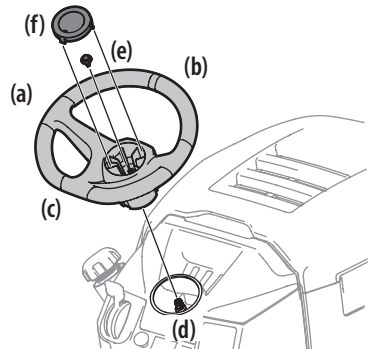

Figure 14
1. Placez les roues de l'appareil de sorte qu'elles pointent vers l'avant, puis placez le volant de direction (a) sur l'arbre de direction (d) en vous assurant que la ligne au milieu (b) du volant (a) pointe vers l'avant et que la partie plate du volant (c) soit face vers le siège. Voir Figure 14.
2. Fixez le volant de direction (a) avec le boulon hexagonal (e) qui se trouve sous le capuchon (f). Serrez le boulon à un couple de 24,4-29,8 N m (18 à 22 pi-lb). Voir Figure 14.